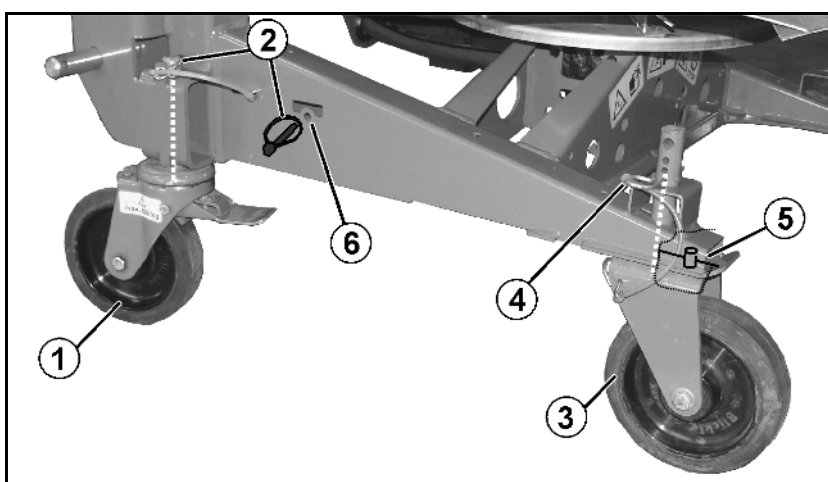

Fig. 30
5. Rodillos de frenado dirigibles (Fig. 30/1) delante
- o montar y asegurar mediante el pasador clavija (Fig. 30/2), o bien
- o desmontar, previamente retirar el pasador clavija y ajustar en posición aparcamiento (Fig. 30/6).
6. Rodillos fijos detrás (Fig. 30/3)
- o montar y asegurar mediante el pasador elástico (Fig. 30/4) en el orificio disponible más abajo,
Al realizar el montaje de los rodillos fijos, asegurarse de que el perno (Fig. 30/5) pase a través del taladro del bastidor, manteniendo así los rodillos en la dirección longitudinal.